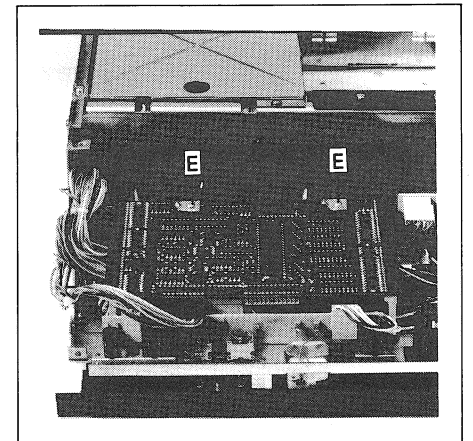

Fig. 2.6
- Auf der linken Seite die beiden Befestigungsschrauben des Mikroprozessorprints **E** lösen (Fig. 2.6).
- Unfasten the two mounting screws of the microprocessor circuit board **E** on the left-hand side (Fig. 2.6).
- Retirez, sur le côté gauche, les 2 vis de fixation du circuit du microprocesseur (fig. 2.6).
- Bedienungseinheit auf die Frontseite legen und Mikroprozessorprint ausbauen (2 Schrauben lösen, Fig. 2.6).
- Place operating unit on its front and remove micro-processor circuit board (unfasten 2 screws, Fig. 2.6).
- Démontez le circuit du microprocesseur de l'unité de commande (fig. 2.6).